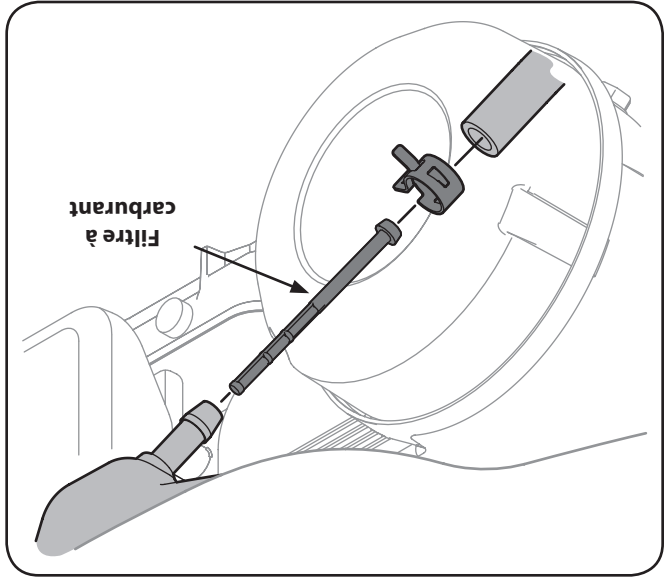

Figure 6-6
5. Voir l'encadré de la Figure 6-6.